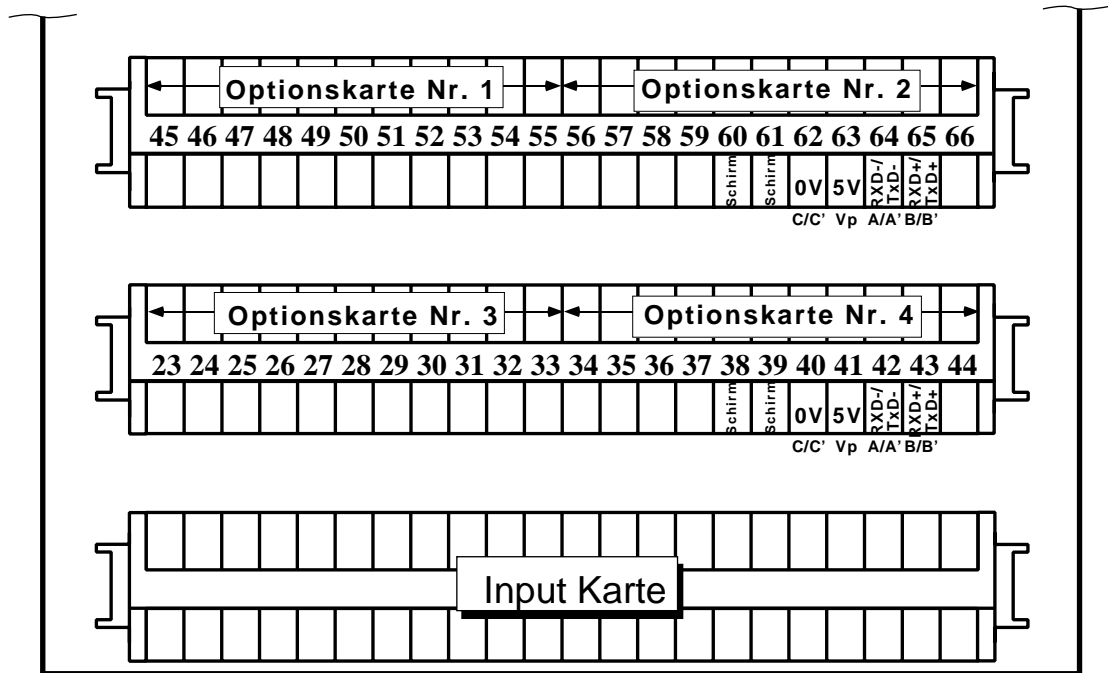

Abb. 12.2.1a Anschlüsse
1. Überprüfen Sie die Verdrahtung, die A und B Anschlüsse am Master und die Klemmenbelegung. Abbildung 12.2.1a zeigt Ihnen die richtigen Anschlüsse.